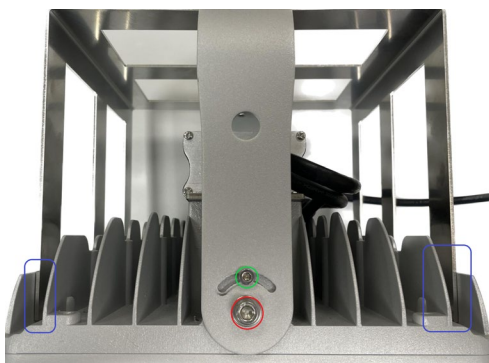

Abbildung 1
1x Lucid Arena Pro 60° (Bild 1)
1. Entpacken Sie die Leuchte. Im Auslieferungszustand ist der Haltebügel leicht angewinkelt (Bild 1). Lösen Sie die vier Schrauben (in Abbildung 1 Rot und Grün markiert) des Haltebügels und stellen Sie diesen senkrecht.
2. Setzen Sie den Verdreh Schutz von hinten auf die Leuchte (siehe Abbildung 1). Achten sie darauf, dass die beiden „Flügel“ (blau markiert) innerhalb des Leuchtkörpers anliegen.